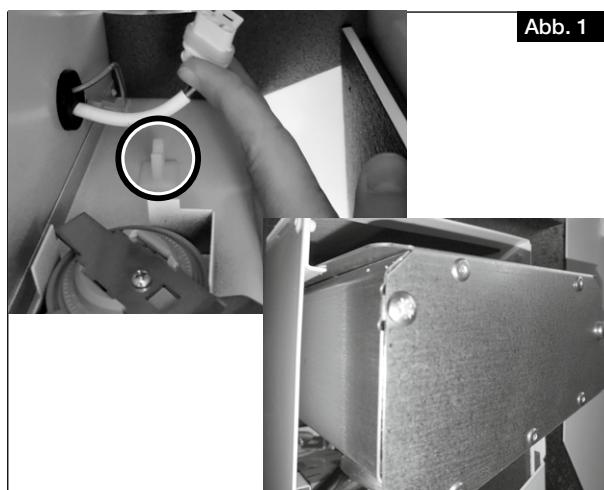
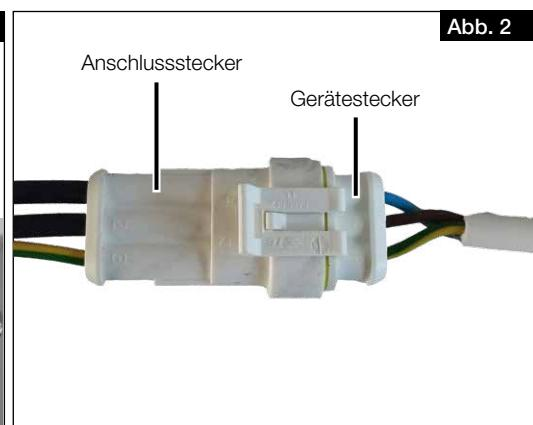

Abb. 1
Abb. 2
1. Anschlussstecker aus dem Klip nach oben rausnehmen (s. Abb. 1).
2. Elektro-Vorheizung in die Führungsschiene einsetzen und in den Schacht einschieben (s. Abb. 1).
④ Darauf achten, dass sich das Anschlusskabel der Elektro-Vorheizung zur Gerätemitte und nicht zur Außenseite des Lüftungsgerätes befindet.
3. Anschlussstecker der Elektro-Vorheizung auf den Gerätestecker klippen (s. Abb. 2).
1. Anschlussstecker aus dem Klip nach oben rausnehmen (s. Abb. 1)
3. Elektro-Vorheizung in die Führungsschiene einsetzen (s. Abb. 1).
- ① **Darauf achten, dass sich das Anschlusskabel der Elektro-Vorheizung zur Gerätemitte und nicht zur Außenseite des Lüftungsgerätes befindet.**
5. Anschlussstecker der Elektro-Vorheizung auf den Gerätestecker klipsen (s. Abb. 2).
6. Wärmetauscher ① in die Führungsschiene einsetzen und bis zum Anschlag einschieben.